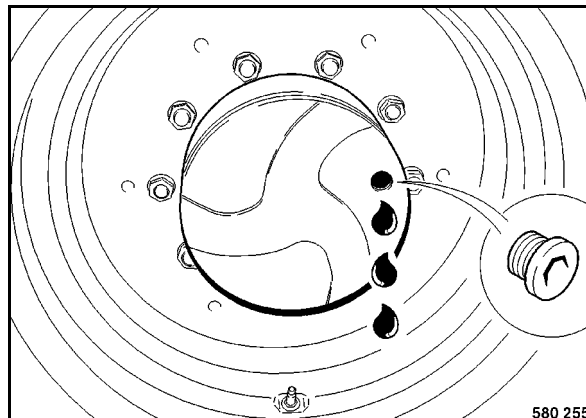

Fig. 137
- Colocar la rueda de accionamiento de forma que el tapón de cierre (Fig. 137) sobre la caja se encuentra en posición horizontal.